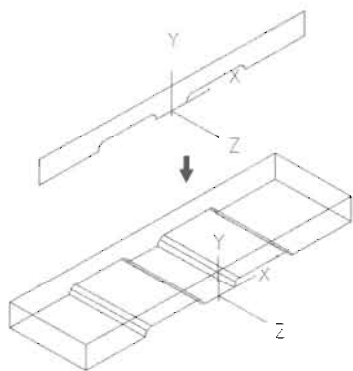

图 14-124
(4) 重复执行 Fillet 命令, 使用相同的半径值对其他部分进行圆角, 效果如图 14-124 (上) 所示。
(5) 在命令提示行输入 Extrude 命令并回车, 把闭合多段线拉伸-60mm, 如图 14-124 (下) 所示, 命令执行过程如下。